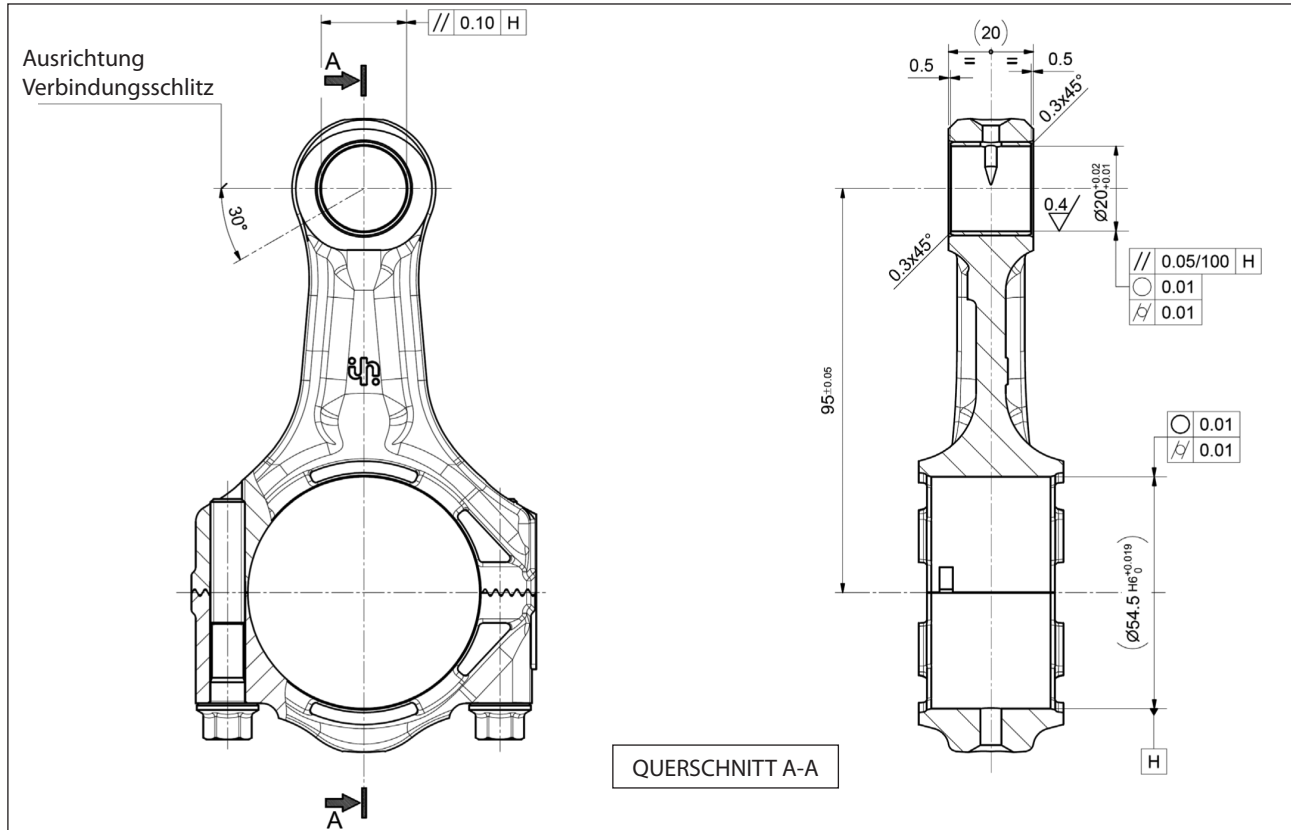

Abb. 25
- der Verbindungsschlitz ausgerichtet ist, wie in Abb. 25 gezeigt.
Führen Sie anschließend die mechanischen Bearbeitungen unter strikter Einhaltung der Maße und Toleranzen in Abb. 25 aus.